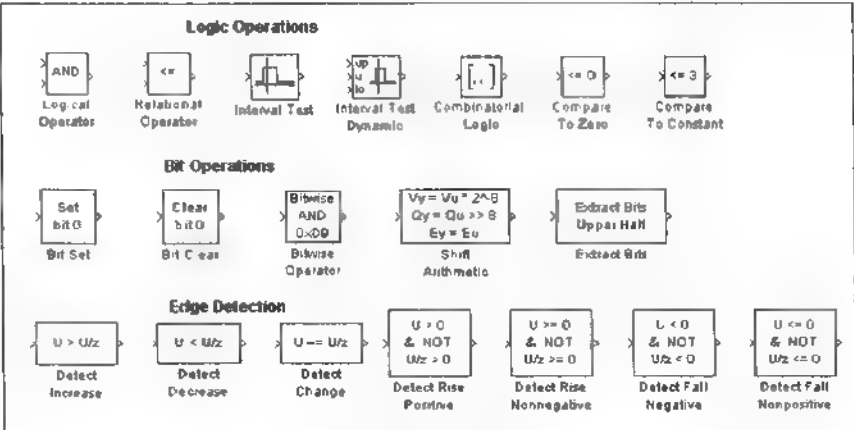

图 4.8 逻辑模块组
逻辑模块组包括常用的离散模块，如图 4.8 所示。
- 二进制数截取模块(Extract Bits): 通过参数设置, 截取想要的部分, 双击模块, 弹出图 4.8 所示对话框, 共有 5 种运算。运算结果如表 4.5 所示。